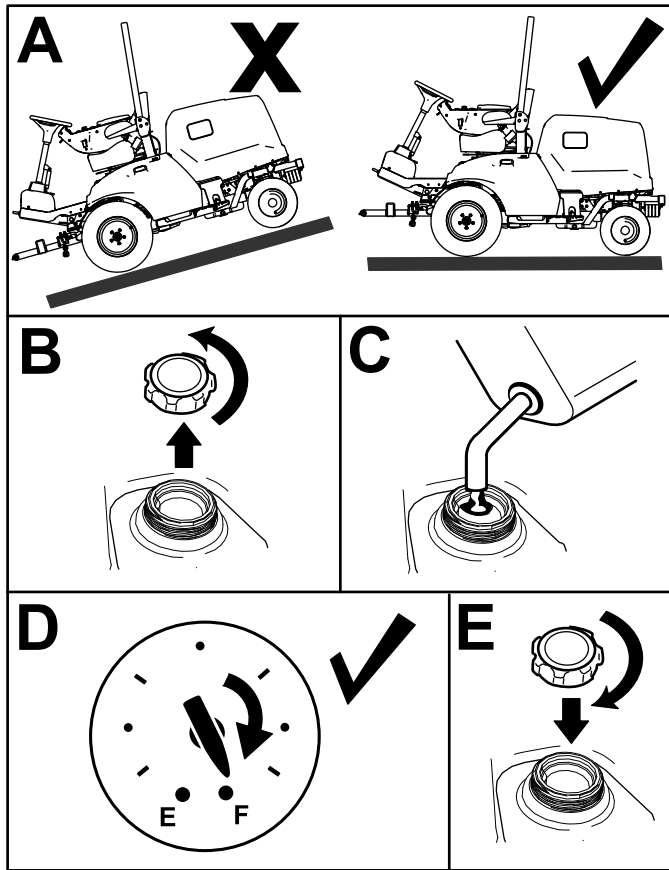

Figure 30
1. Garez la machine sur une surface plane et horizontale (Figure 30), serrez le frein de stationnement, coupez le moteur et enlevez la clé.